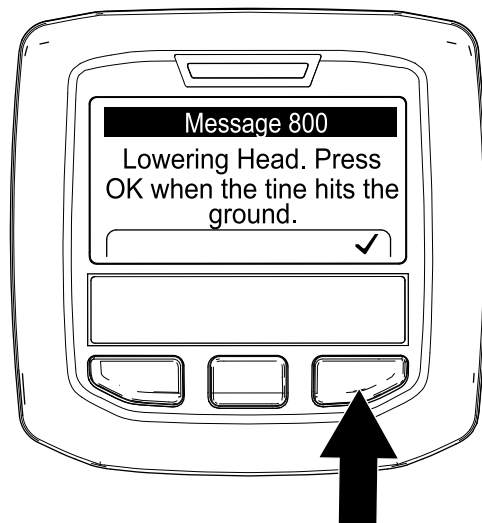

Figure 69
6. Lorsqu'un louchet touche le sol, appuyez sur le bouton droit de l'InfoCenter dans l'écran Lowering Head (abaissement de tête) (Figure 69).